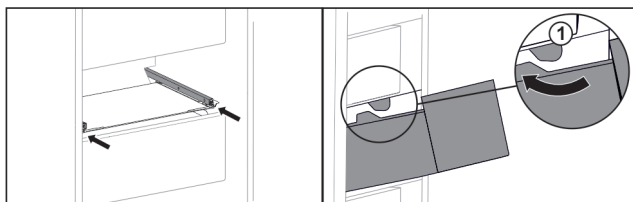

Fig. 41
- ▶ Обведите выдвижной ящик вокруг стопора Fig. 41 (1).